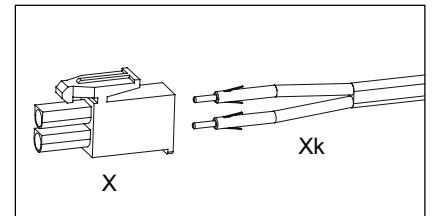
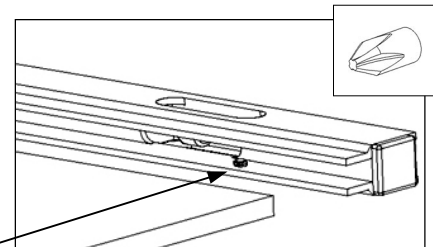

Abb.09a
Abb.09b
- Auf die Kabelenden (Xk) die Kabelclips (X) stecken (Abb.09a).
- In die 5 mm Bohrungen der Korpusinnenseiten die Glasbodenträger (F) drücken. Die Glasböden auf die Bodenträger legen.
- Die Glaskantenbeleuchtungen auf die Hinterkanten der Glasböden schieben und mit den Kunststoffschrauben festsetzen (Kunststoffschrauben zeigen nach unten (Abb.09b).